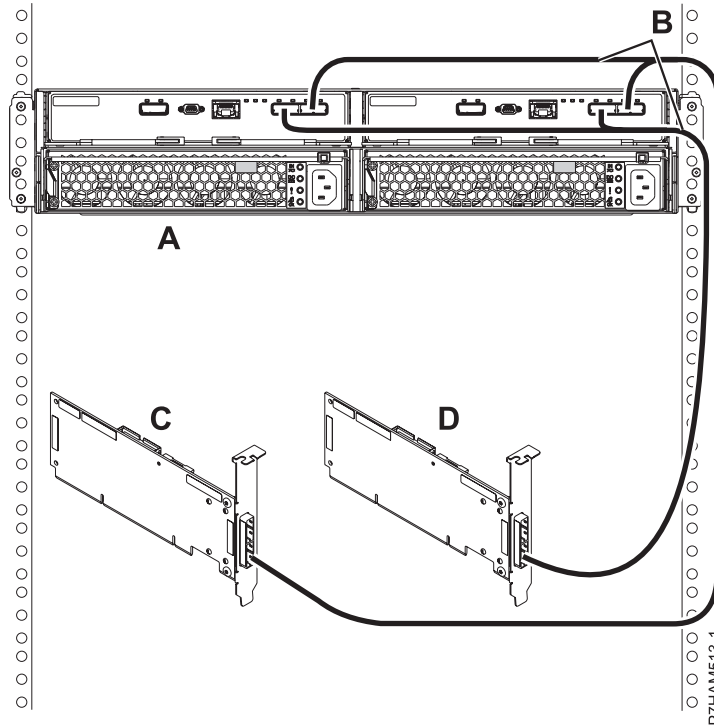

Figure 40. Connexion de mode 2 d'un boîtier d'unité de disque 5887 via des câbles YO à deux adaptateurs SAS indépendants
16. Effectuez la connexion de mode 2 d'un boîtier d'unité de disque 5887 (A) via des câbles YO (B) à deux adaptateurs SAS indépendants. Voir figure 40, à la page 42.
- L'adaptateur SAS indépendant 1 (C) n'a pas accès à l'autre adaptateur indépendant et accède uniquement aux baies d'unité D1 à D12.
- L'adaptateur SAS indépendant 2 (D) n'a pas accès à l'autre adaptateur indépendant et accède uniquement aux baies d'unité D13 à D24.